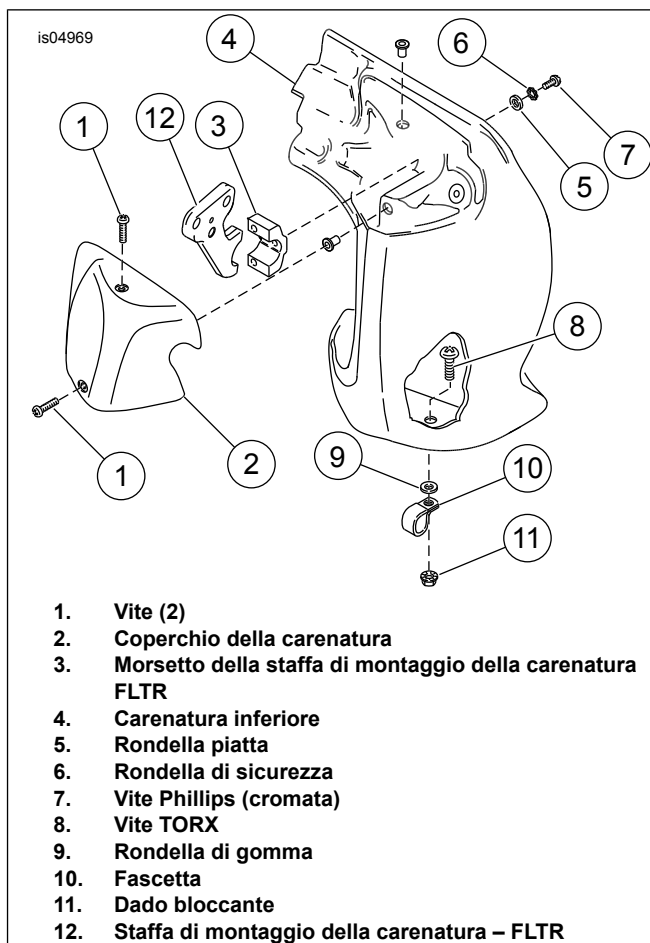

Figura 2. Carenatura inferiore per accessori dei modelli FLTR/I
4. Vedere Figura 2. Rimuovere la vite TORX® (8), la rondella di gomma (9), il dado bloccante (11) e il morsetto (10) che fissa la base della carenatura inferiore (4) alla protezione del motore e metterli da parte.
5. Rimuovere le due viti (1) che fissano il coperchio della carenatura (2) alla carenatura inferiore. Rimuovere il tappo. Mettere da parte le parti per l'installazione.
6. Rimuovere la vite (7), la rondella di sicurezza (6) e la rondella piatta (5) dal morsetto (3) che fissa il coperchio della carenatura inferiore alla staffa di montaggio della carenatura superiore (12).
7. Rimuovere il morsetto grande (3) dalla protezione del motore.